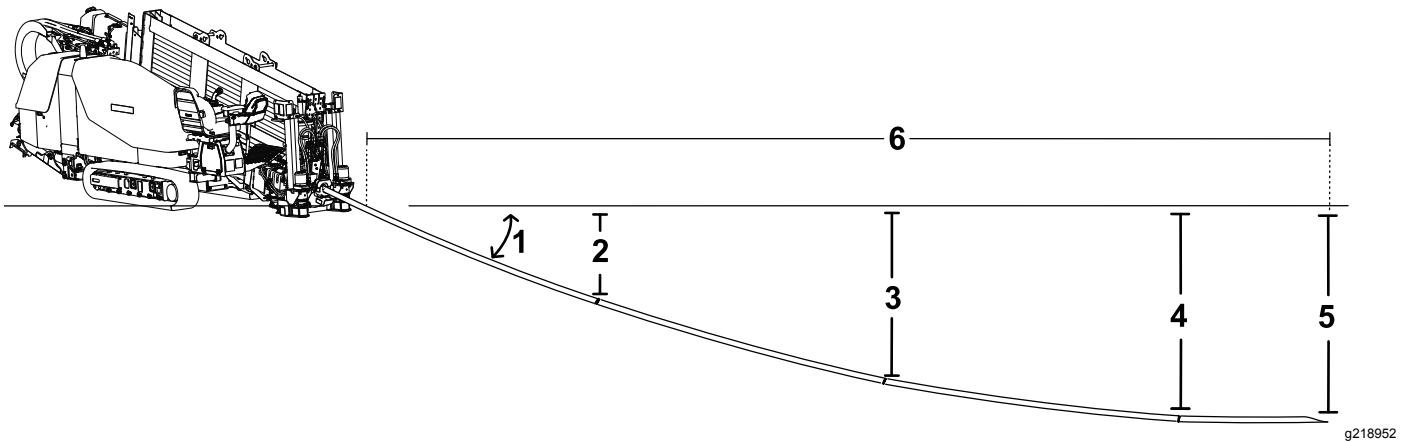

Figure 45
- Vous insérez les premiers 3 m (10 pi) d'outil/tige de forage dans le sol en ligne droite. La fin de l'outil de forage est à 53 cm (21 po) de profondeur (Figure 45).